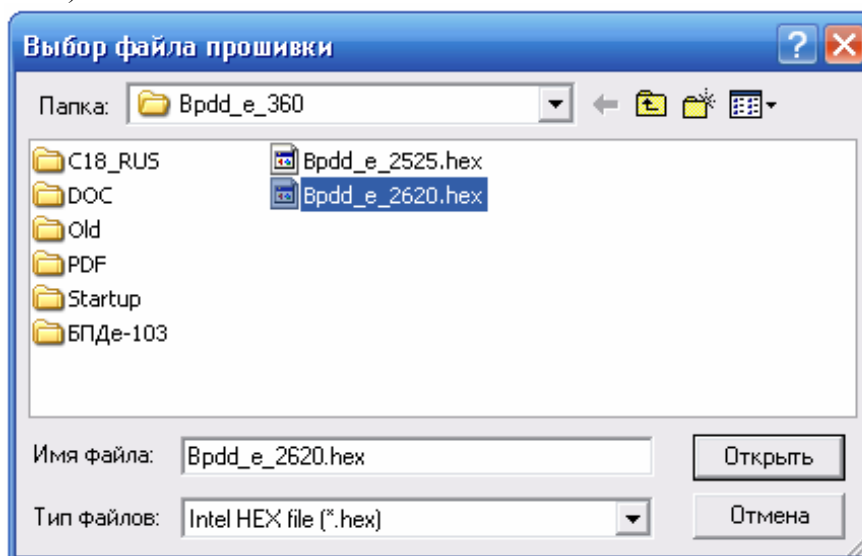

Рисунок 25 – Выбор файла программы БПД-Е
3. В появившемся окне выбора файла следует выбрать нужный файл обновления (см. рисунок 25)